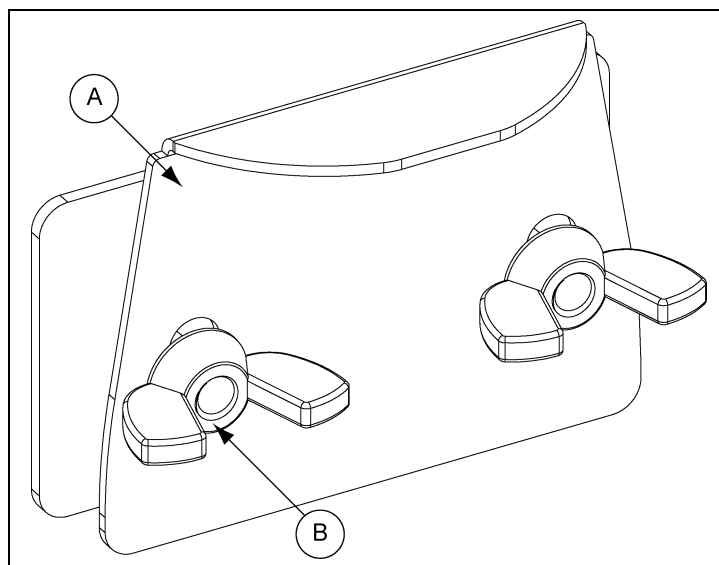

Рисунок 4N
1. Соберите два (2) подвесных кронштейна уровня корма (А), как показано ниже, не затягивая барашковые гайки (В). (см. рисунок 4N.)